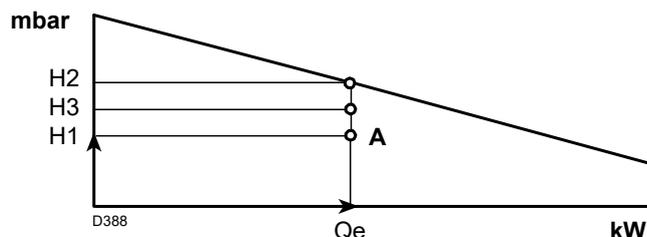

Fig. 3
- 4 Tracer une verticale à partir du point A(Fig. 3), et trouver la pression maximale H2 de la plage de puissance.
Si H3 est supérieure à H1(Fig. 3), le brûleur peut fournir le débit demandé.